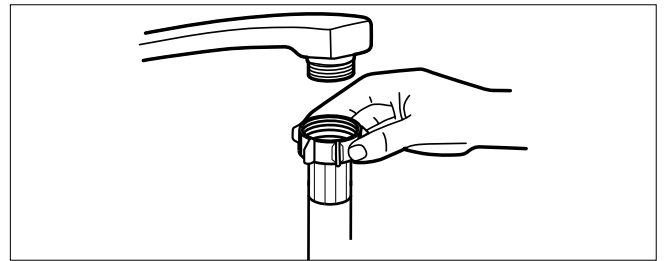

Abb. 5 – Wasserzulaufschlauch anschließen
- ▶ Schließen Sie den Wasserzulaufschlauch (25) an einen Kaltwasserhahn mit 3/4" Gewinde an (siehe **Abb. 5**).